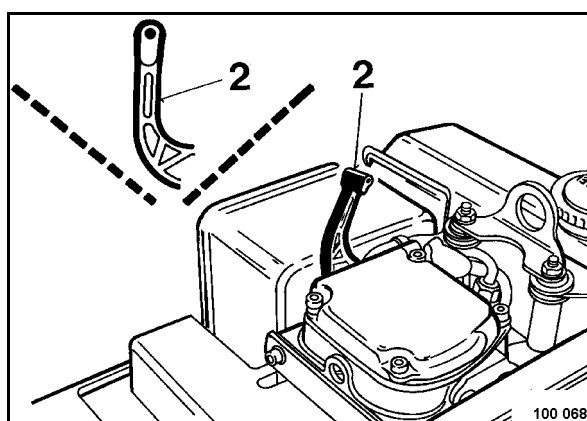

Fig. 33
Después de los 5 giros con la manivela, la palanca de descompresión (2) (Fig. 33) ha vuelto a su posición inicial.